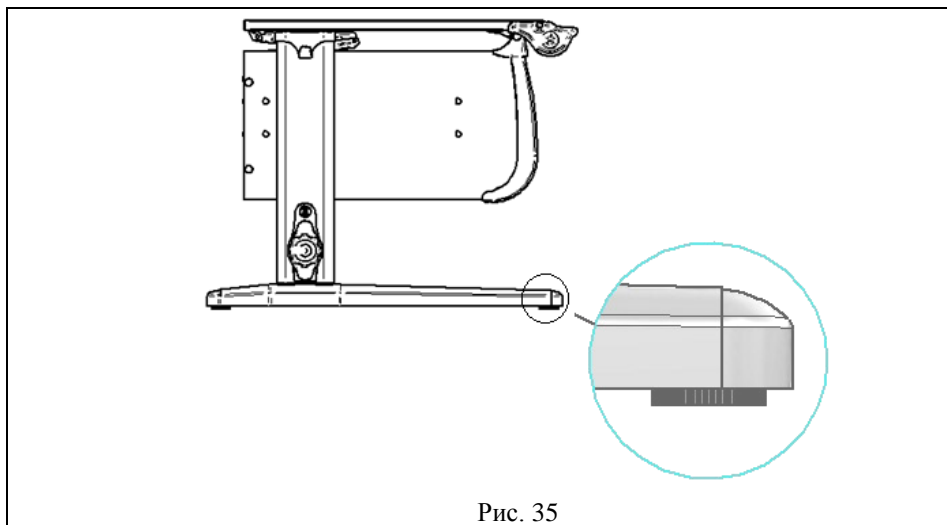

Рис. 35
6.1 Стол следует устанавливать на ровную горизонтальную поверхность, обеспечивающую опору всех ножек, при необходимости отрегулировать стол ножками (см. рис. 35) до горизонтального положения столешницы.